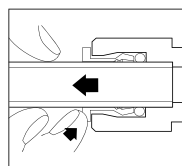

Fig.3
- ▶ Pour le retrait, enfoncer la pince et extraire la tuyauterie (Fig. 3).